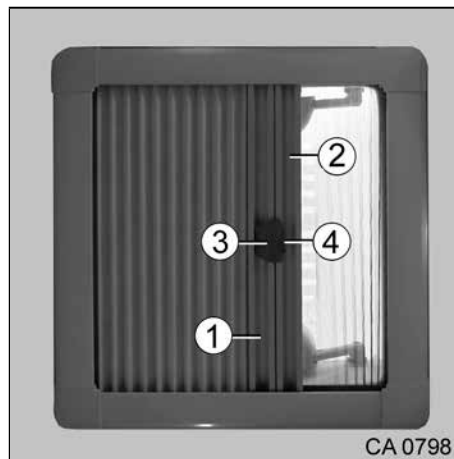

Fig. 50 Stores de lanterneau au niveau de la salle d'eau
- Déplacer le store occultant (Fig. 50, pos. 1) ou le store moustiquaire (Fig. 50, pos. 2) en le tenant aux poignées. Accoupler les deux stores avec la poignée (Fig. 50, pos. 3).
- Pour les désaccoupler, appuyer sur le bouton (Fig. 50, pos. 4) et faire basculer la poignée (Fig. 50, pos. 3). Détacher le store moustiquaire (Fig. 50, pos. 2) du store occultant (Fig. 50, pos. 1).